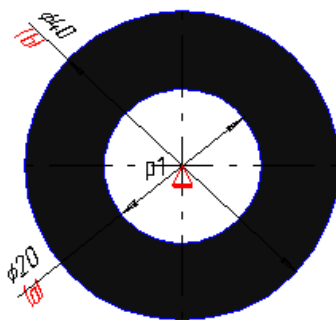

Рисунок 4.7 – Присвоєння змінних і заливка кольором
2. Присвойте внутрішньому діаметру ім'я змінної **a**, зовнішньому діаметру ім'я змінної **b**. Заштрихуйте деталь або залийте її кольором (рис. 4.7).